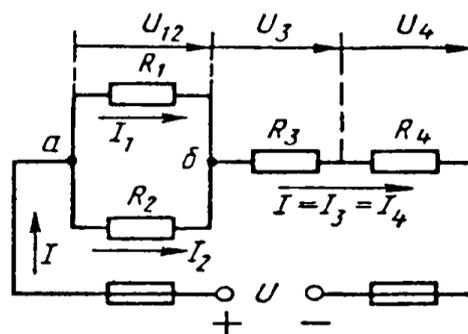

Рис. 1
Условие задачи. Цепь постоянного тока со смешанным соединением состоит из четырех резистором. Заданы схема цепи (рис. 1), значения сопротивлений резисторов:
2) обозначим токи I_1, I_2, I_3, I_4 на (рис. 1) стрелками и определим их значения из формулы мощности:
Формулировка закона: алгебраическая сумма токов в узловой точке равна нулю. Математическая запись для узла б схемы цепи рисунок 1:
<p>алгебраической сумме падений напряжений $\sum I \cdot R$ на отдельных сопротивлениях этого контура.</p> <p>В замкнутом контуре (рис. 1) приложенное напряжение U (аналогично ЭДС при внутреннем сопротивлении источника тока, равном нулю) и падения напряжения</p> $U_{12} = I \cdot R_1; U_3 = I \cdot R_3 \text{ и } U_4 = I \cdot R_4$ <p>Обходя контур по направлению тока (в данном случае по часовой стрелке), составим уравнение по второму закону Кирхгофа:</p> $U = U_{12} + U_3 + U_4$ <p>Подсчет баланса мощности. Общая мощность цепи равна сумме мощностей на отдельных резисторах.</p> <p>Для схемы цепи (рис. 1) $P = P_1 + P_2 + P_3 + P_4$: так как $P = I^2 \cdot R$ или $P = U^2/R$, то $P = I^2 R_1 + I^2 R_2 + I^2 R_3 + I^2 R_4$ или</p> $P = U^2_{12}/R_1 + U^2_{12}/R_2 + U^2_3/R_3 + U^2_4/R_4.$ <p>Если проверку решения проводить путем сравнения результатов решения другими способами, то в данном случае вместо определения тока из формулы $P = I^2 \cdot R_{эк}$ можно было найти напряжение</p> $U = \sqrt{P R_{эк}} \text{ из } P = U^2/R_{эк},$ <p>а затем $I = U/R_{эк}$ по формуле закона Ома.</p> <p>Критерии оценки: - точность расчетов; объем выполненных заданий, оформление.</p>